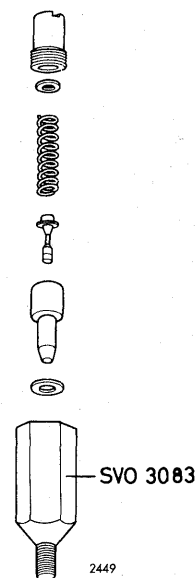

Fig. 45.
5. Monter disse dele i en forskruring (specialværktøj SVO 3083) som vist i fig. 45, og skru fjederholderen i bund.